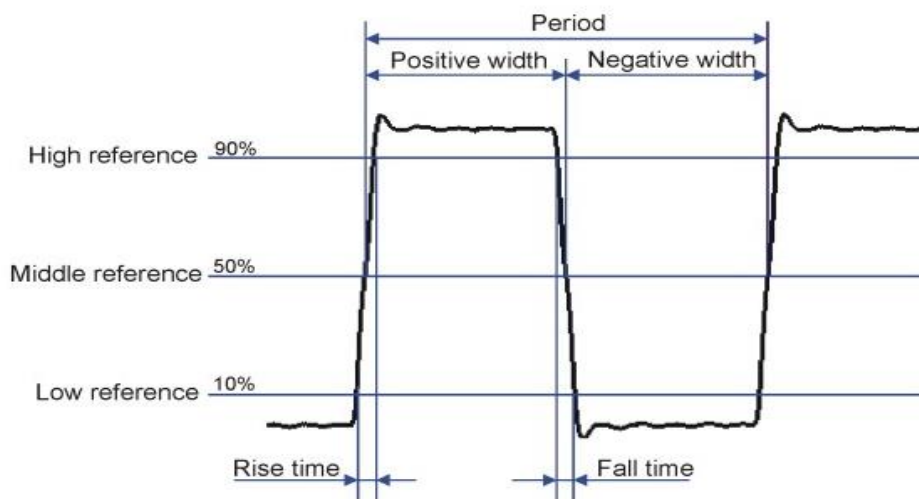

Рис.13. Характеристики реального периодического трапециевидного сигнала согласно описанию осциллографической приставки PCSGU250.
Ниже приведены определения некоторых характеристик периодических сигналов, используемых в осциллографической приставке PCSGU250 (рис.13). Например, если сигнал похож на трапецевидный, но содержит некоторые выбросы, то определяют установившийся максимальный уровень сигнала (High) и установившийся минимальный уровень сигнала (Low). Эти уровни и определяют размах напряжения («Amplitude»).
- Измерить размах напряжения сигнала A (см.рис.13) и период T по масштабной сетке, записать в таблицу 1 (таблицы можно распечатать из приложения 2).
Рассчитать 0,1 и 0,9 размаха напряжения. Измерить между этими отметками временной интервал – это и будет длительность фронта (см. рис.13).